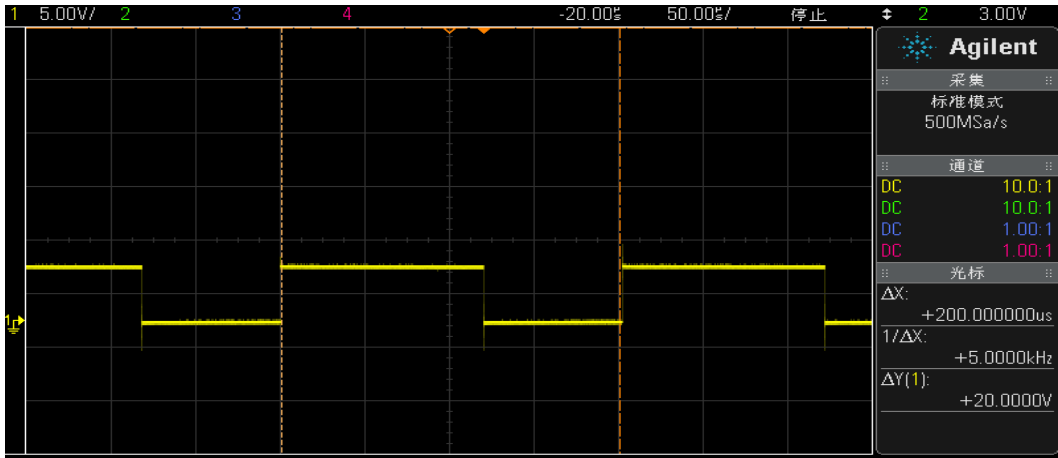
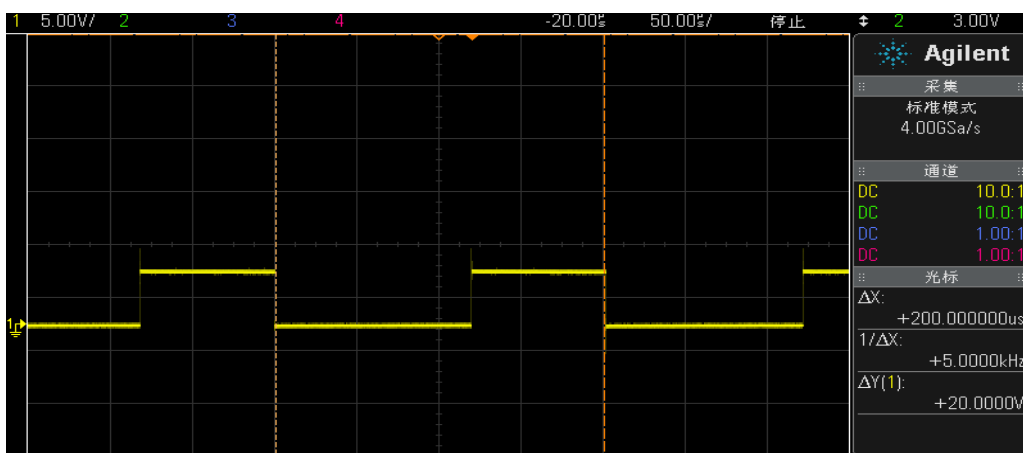

图 11.3 PWM3M<1:0> = 00
图 11.4 PWM3M<1:0> = 11
- 2、关于PWM3M<1:0>配置有效电平的说明，如PWM3M<1:0> = 00，则配置P3A、P3B、P3C和P3D均为高电平有效，此时如果PWM3输出波形周期为200us，占空比为60%，则一个周期波形中高电平为120us，低电平为80us，如图11.3所示。如PWM3M<1:0> = 11，则配置P3A、P3B、P3C和P3D均为低电平有效，同样的情况，则低电平为120us，高电平为80us，如图11.4所示。